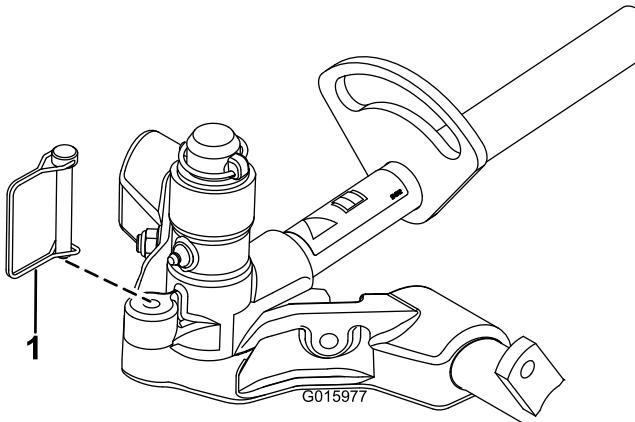

Figure 17
- Pour verrouiller (fixer) la direction sur les unités de coupe, fixez la chape de pivot au bâti porteur avec la goupille à fermoir (Figure 17).